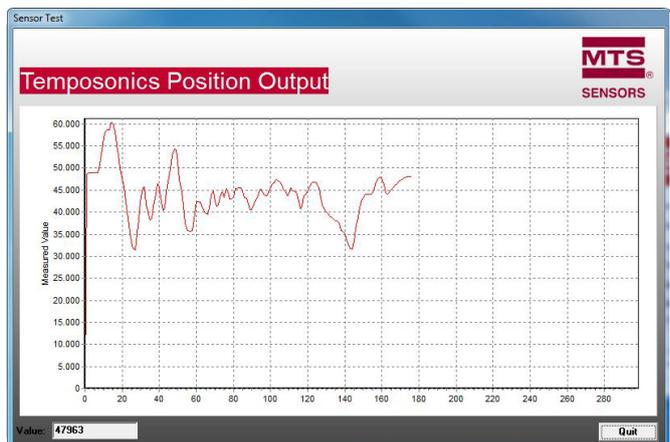

Fig. 32: Affichage des données
- ❹ Le menu **Test Sensor** fournit un affichage des données (Fig. 32), qui indique les positions absolues des aimants de position. Par rapport à la fréquence de mesure du capteur, la transmission des données en série entre le capteur et le PC est relativement lente, ce qui rend impossible l'affichage de toutes les valeurs réellement mesurées. Pour cette raison, seule une valeur de mesure sur 50 s'affiche sur le graphique.